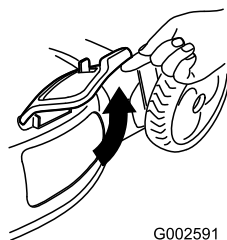

Bild 31
2. Öffnen Sie die Seitenauswurfklappe (Bild 31).